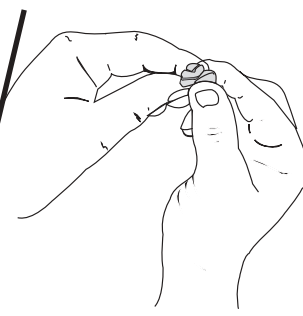

Figure 25
5. Pressez le filtre pour répartir et drainer l'excédent d'huile (Fig. 25).